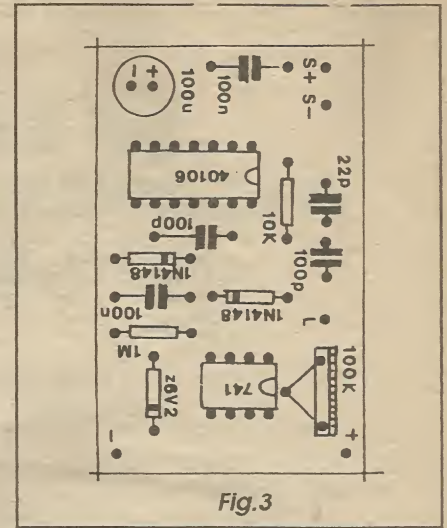

Fig.3
- FIG. 3 - **CHAPEADO DA MONTAGEM** - Como é praxe nas descrições das montagens aqui em APE, a figura traz a estilização da face não cobreada do impresso, com todos os principais componentes claramente identificados, incluindo códigos, valores, polaridades, etc. Novamente, o único e fundamental requisito é a... **atenção!** Basta inserir e soldar os componentes um a um, conferindo cada passo, eventualmente recorrendo ao **TABELÃO APE** (se surgirem dúvidas nas interpretações de valores, identificação de *pernas* ou polaridades, etc.), levando em conta que os integrados, os diodos (inclusive o zener) e o capacitor eletrolítico, são *polarizados*, exigindo posição única e certa para acoplamento à placa... Quanto aos integra-